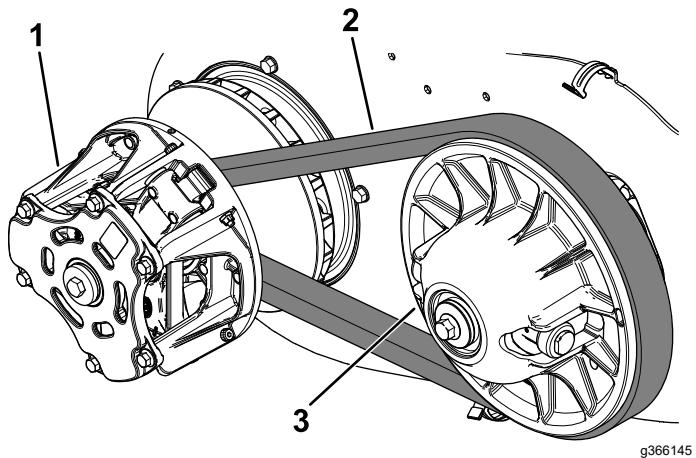

Bild 125
6. Drehen und prüfen Sie den Riemen (Bild 125) auf überdurchschnittliche Abnutzung oder Beschädigung.
7. Reinigen Sie die Kupplungen gründlich mit Druckluft von allen Verunreinigungen (Bild 125).
6. Ziehen Sie am oberen Ende des Riemens, um den Riemen aus der Sekundärkupplung zu heben, drehen Sie dann den Riemen und ziehen Sie ihn über die Sekundärkupplung (Bild 125).
7. Nehmen Sie den Riemen von der primären Kupplung (Bild 125).
8. Flüchten Sie den neuen Riemen über der primären Kupplung aus (Bild 125).
9. Drehen Sie den Riemen und verlegen ihn über die sekundäre Kupplung (Bild 125).